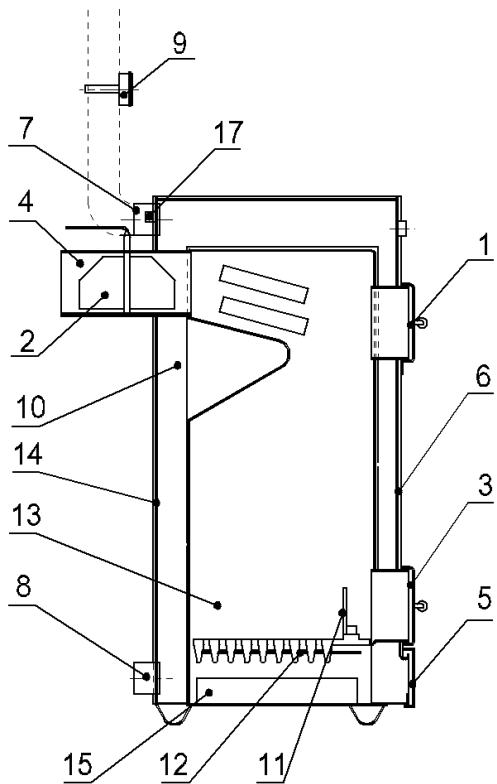

Рис.2 Устройство котла КСТГ
9.1 Перед пуском в работу котла необходимо заполнить систему водой до ее появления из переливной трубы расширительного бачка, затем открыть шибер 2 (рис. 2,3), открыть кран на обратной линии системы отопления (если такой имеется) и проверить наличие тяги.
- загрузку топлива производить небольшими порциями, быстро, не оставляя надолго открытой загрузочную дверцу 1 (рис. 2) чтобы не допускать прорыва большого количества холодного воздуха в топку;
- после того, как уголь хорошо разгорится, шибер 2 (рис. 2) поставить в положение, обеспечивающее оптимальное сжигание топлива;